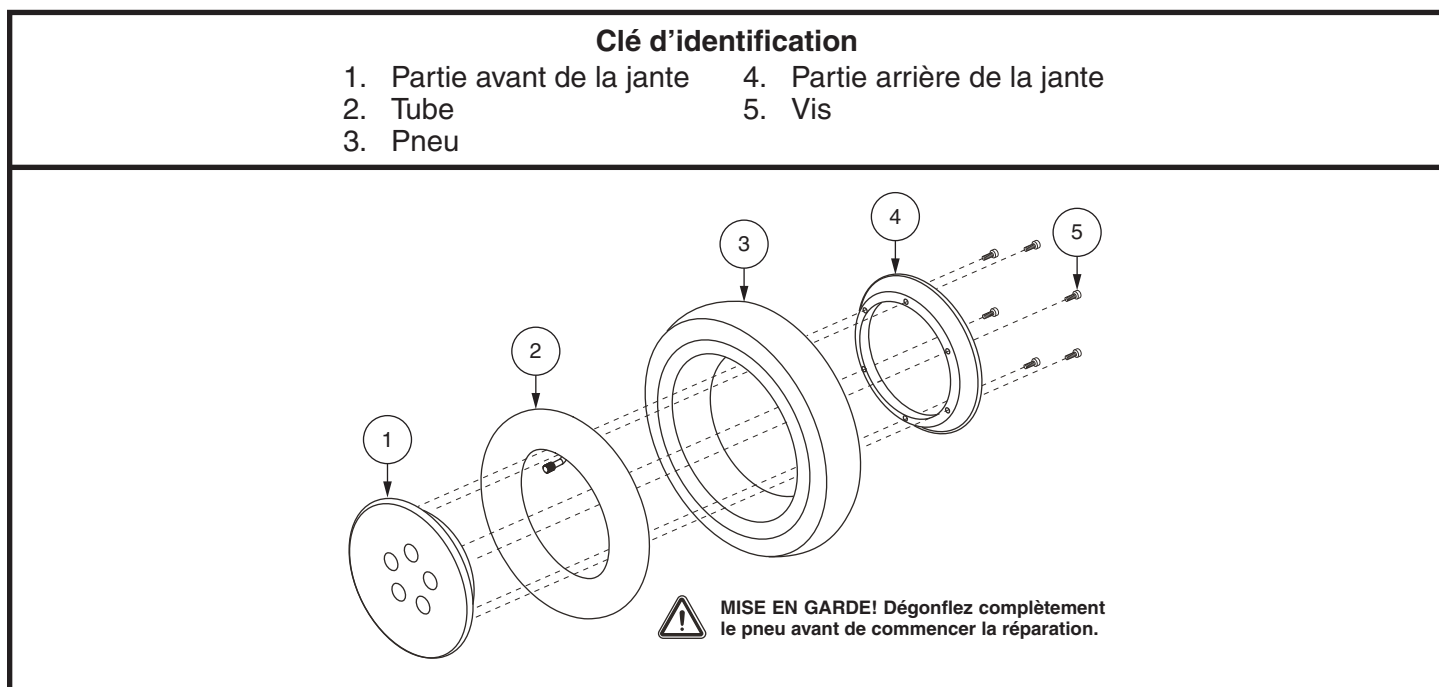

Figure 17. Roue motrice démontée Aspen
6. Retirez les vis qui retiennent les deux parties de la jante ensemble. **Voir la figure 17.**
10. Réinstallez les cinq (5) écrous de roue sur le moyeu et resserrez.